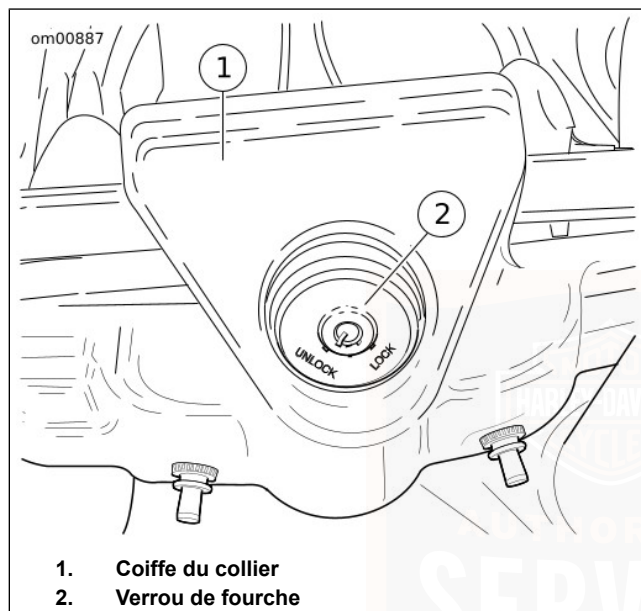

Figure 4. Verrou de fourche : FLHR/FLHRC
Voir Figure 4. Sur les modèles FLHR/FLHRC, le verrouillage de fourche est situé en haut de la colonne de direction, derrière la nacelle de phare, incorporé dans le couvercle de bride du guidon.
2. Voir Figure 4. Introduire la clé et la tourner dans le sens antihoraire pour la mettre en position verrouillée (LOCK). Retirer la clé.